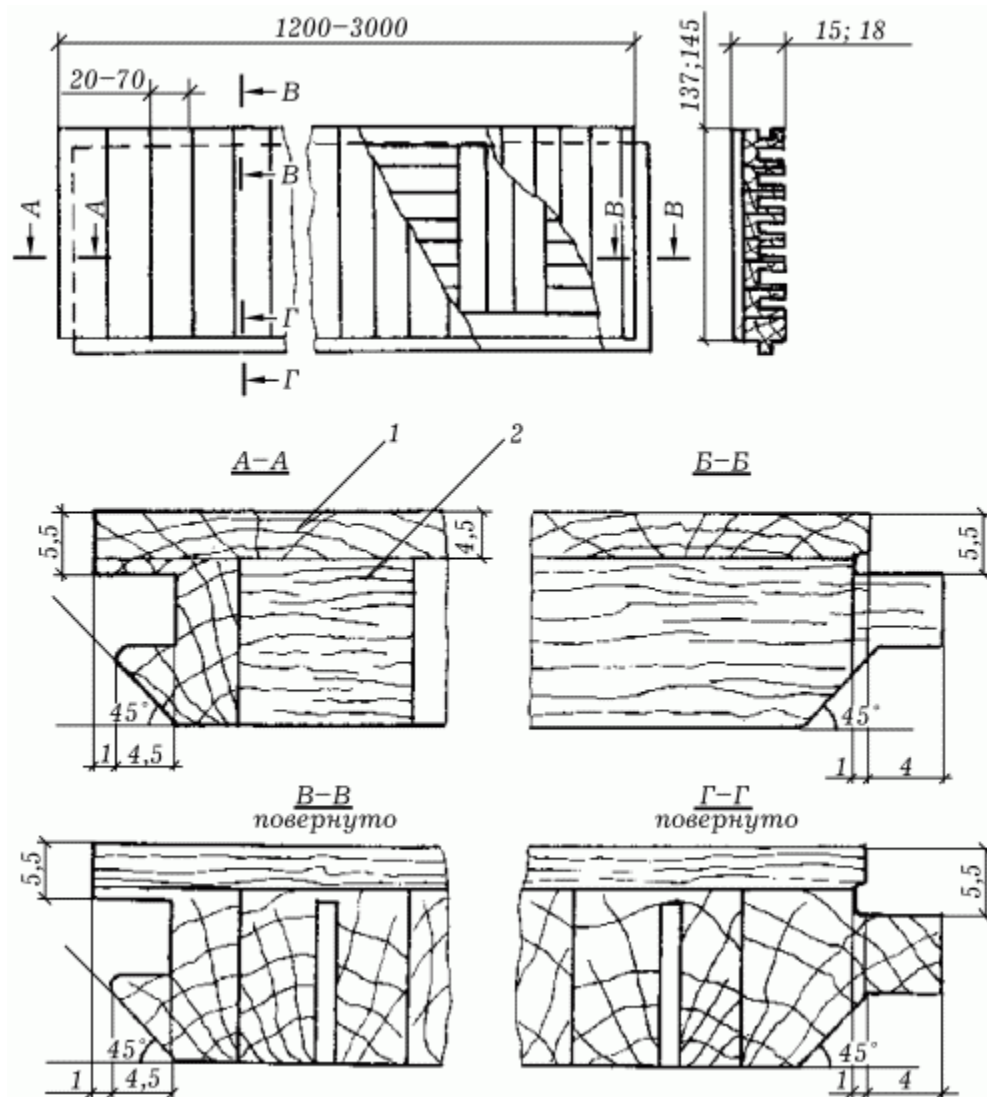

Рис. 2. Паркетные доски типа ПД1: 1 – паркетные планки; 2 – рейки основания.
1. Доски ПД1 с однослойным основанием из реек, набранных в квадраты или прямоугольники, расположенные взаимно перпендикулярно (рис. 2). Для увеличения жесткости основание продольных кромок обработано рейками обвязки, в которых установлены пазы и гребни.